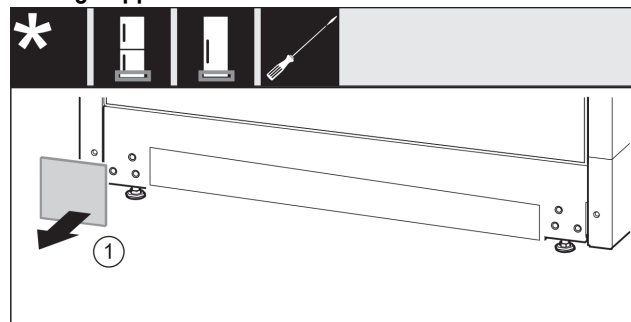

Fig. 13
- Rimuovere la copertura Fig. 13 (1).